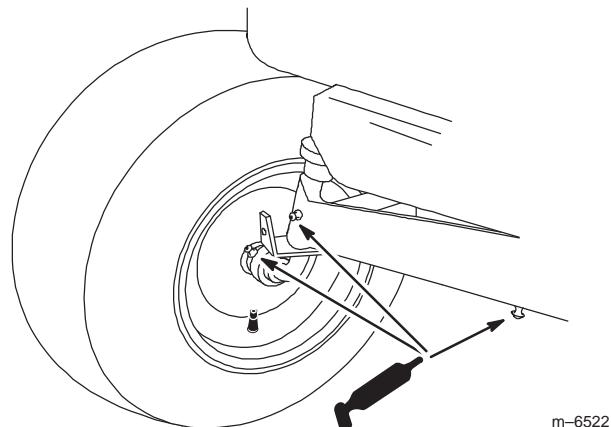

Bild 35
1. Fetten Sie die Vorderräder und Lenkspindeln, bis das Fett beginnt, aus den Lagern auszutreten (Bild 35).
2. Fetten Sie das Gelenk an der Vorderachse (Bild 35).